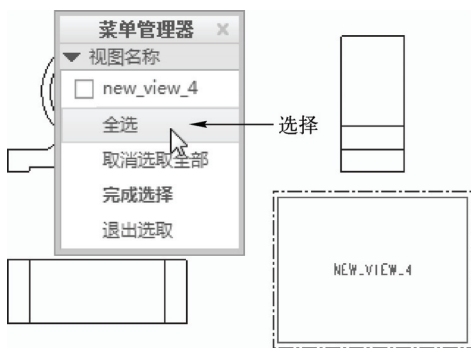

图 14-53 选择“全选”选项
STEP 05 弹出“视图名称”菜单管理器，选择“全选”选项，如图 14-53 所示。